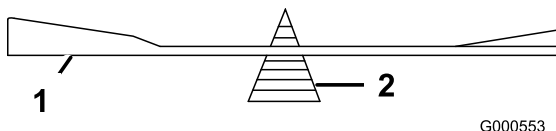

Figure 50
2. Vérifiez l'équilibre de la lame en la plaçant sur un équilibreur (Figure 50).